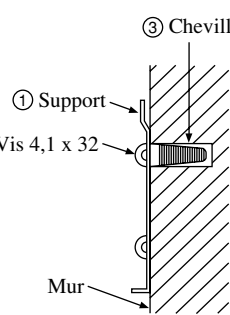

Fig. 3-2
- Y mettre les chevilles No ③ (Voir figure 3-2).